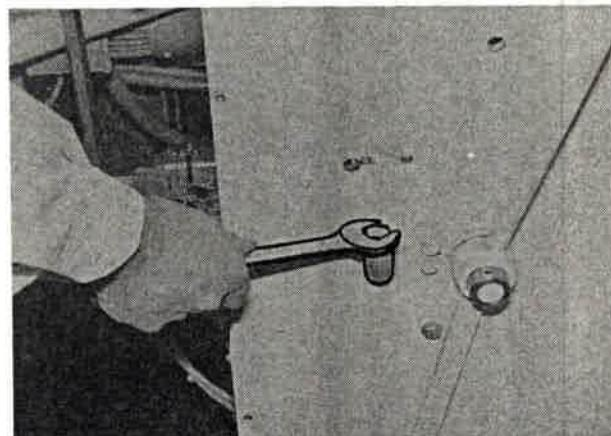

Bild 103
1. Öleinfüllschraube herausschrauben (Bild 103).